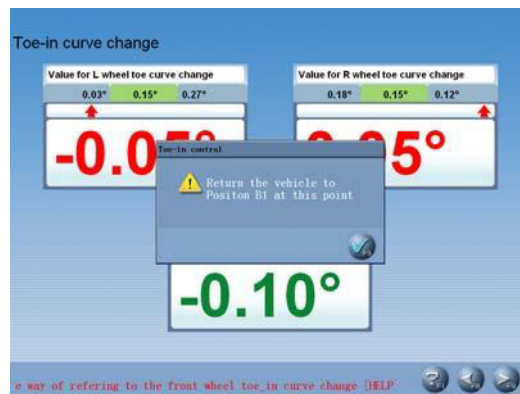

Рис.4.25
5. Опустить автомобиль в положение В1. Отрегулировать переднее схождение в соответствии со стандартными характеристиками. См. рис.4.25: